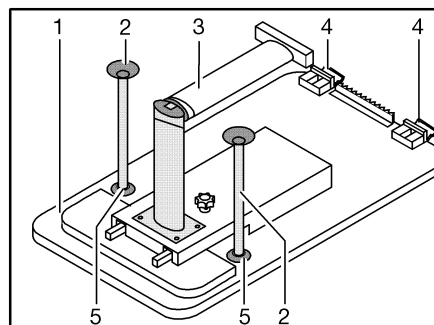

Fig. 92 Base de cama
- Levantar ligeramente por delante el tablero de la mesa (Fig. 92,1).
- Desbloquear en la articulación la pata de la mesa (Fig. 92,3) y plegar.
- Girar el tablero de la mesa aprox. 45° hacia arriba y desenganchar los soportes (Fig. 92,4) de la guía de sujeción superior.
- Según el modelo, encajar los dos pies de apoyo adicionales (Fig. 92,2) en los alojamientos (Fig. 92,5) en el lado inferior del tablero de la mesa.